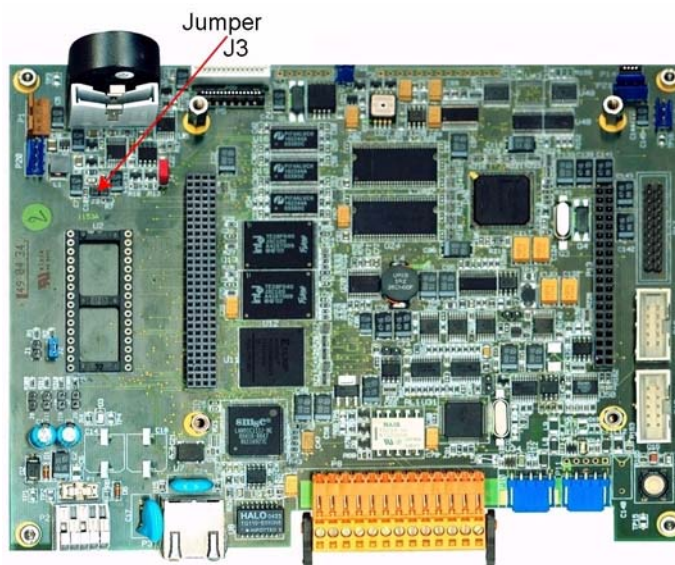

Fig 7-2: Jumper J3 sul pannello principale
- 1) Installare il modulo PROFIBUS-DP e il jumper J3 sul pannello principale (posizione evidenziata nella seguente Fig 7-2).